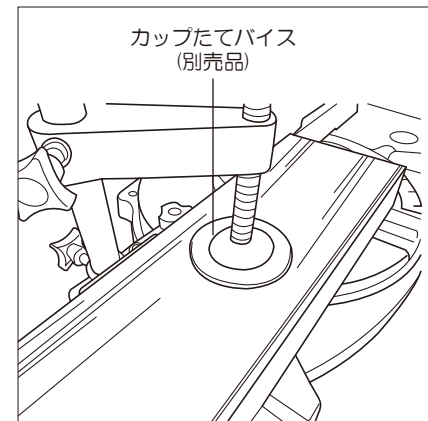

図30
①切断材が□形で幅が広い材料の押さえに使用します。(図 30 参照)